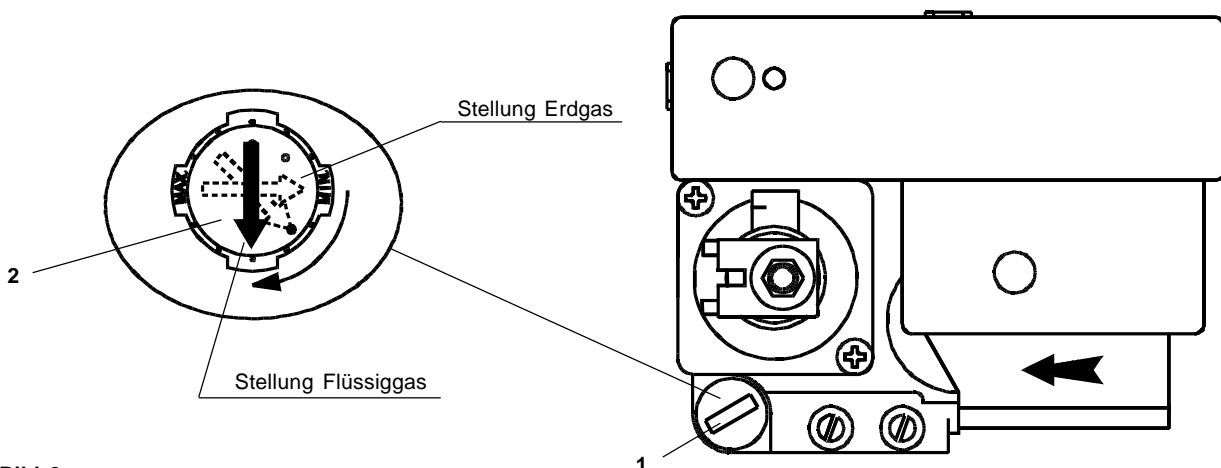

Bild 2
- **Achtung:** bei Umstellung von Erdgas auf Flüssiggas oder umgekehrt Zündungsregulation entsprechend Bild 2 einstellen; dazu schwarze Plastikcappe (**1**) mit Hilfe eines Schraubendrehers abheben und Zündungsregulierschraube (**2**) jeweils um 90° in die dargestellte Position verdrehen